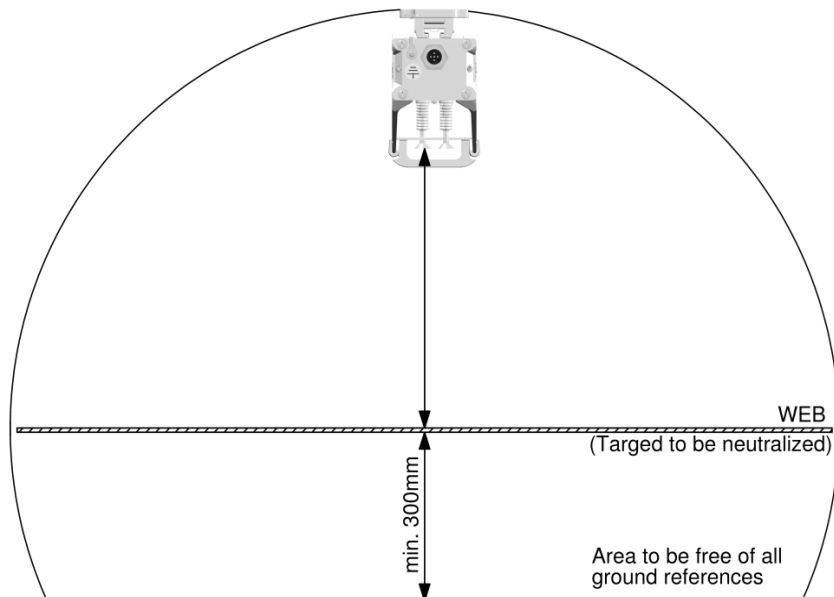

Figure 5
- Pour un résultat optimal, la barre antistatique doit être installée conformément à la Figure 5